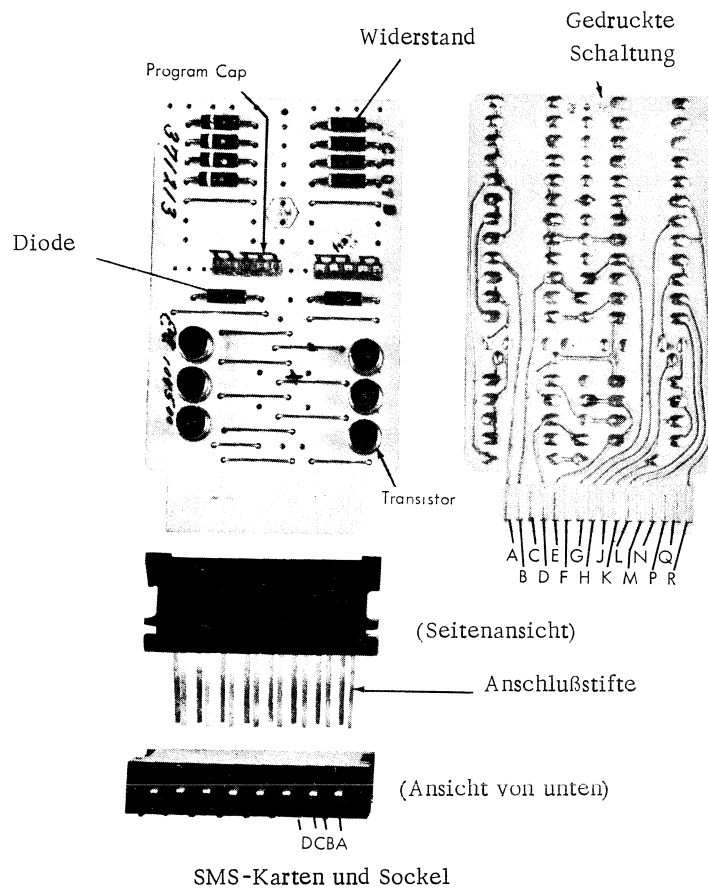

Abb. 205
- 7 Eine SMS-Karte hat normalerweise mehr als einen Stromkreis. Diese Stromkreise bestehen aus einem oder mehreren Transistoren, den erforderlichen Widerständen und anderen Elementen. Die Stromkreise auf einer Karte haben normalerweise die gleiche Funktion. Es können sich zum Beispiel vier Inverter oder vier Emitter-Follower-Stromkreise auf einer Karte befinden. In Abbildung 205 sind einige Brücken mit der Bezeichnung PROGRAM CAP gezeigt. Diese Brücken können unterschiedlich angeschlossen sein, wodurch sich die Stromkreis-Eigenschaften einer Karte ändern. Auf diese Weise kann eine Grundkarte hergestellt werden und durch Ändern der CAP's läßt sich diese variieren.